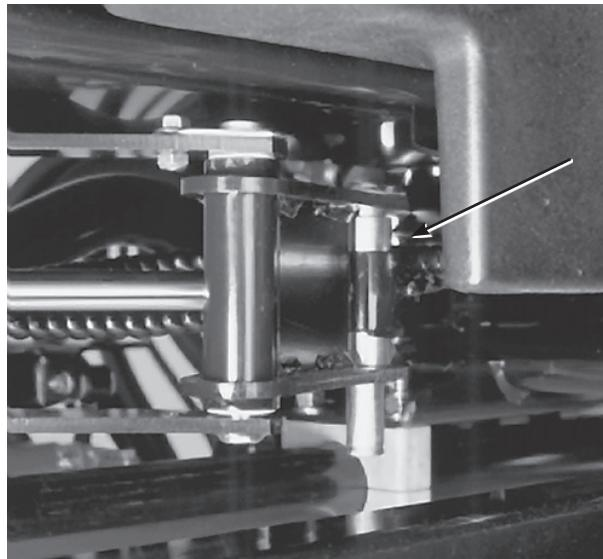

図 29
- ・ サイドワインダーのシリンダの両端（2か所）（図29）